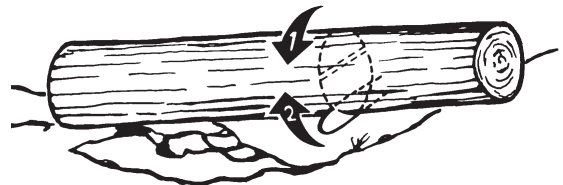

Fig. 19
3. Tronçonnage d'un tronc supporté aux deux extrémités: Effectuer d'abord une coupe par dessus sur du diamètre de façon à éviter l'éclatement du bois. Ensuite, effectuer une coupe par dessous (sous-coupe) pour joindre la première coupe et éviter tout coinçage (Fig. 19).